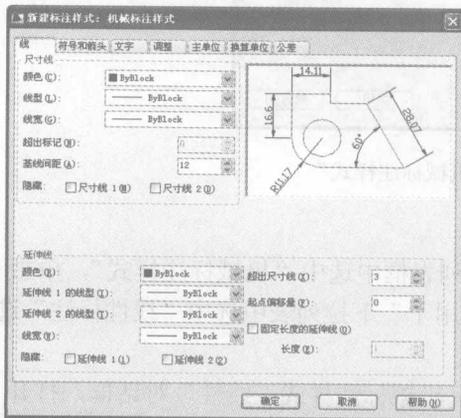

图 1-18 设置“线”选项卡
3) 在“新样式名”文本框中输入“机械标注样式”,单击“确定”按钮,弹出“新建标注样式:机械标注样式”对话框并打开“线”选项卡。在“基线间距”文本框中输入“12”,即基线标注时尺寸线之间的距离为 12mm;在“超出尺寸线”文本框中输入“3”,即尺寸界线超出尺寸线 3mm;在“起点偏移量”文本框中输入“0”,即尺寸界线的起点和标注对象之间无偏移,如图 1-18 所示。